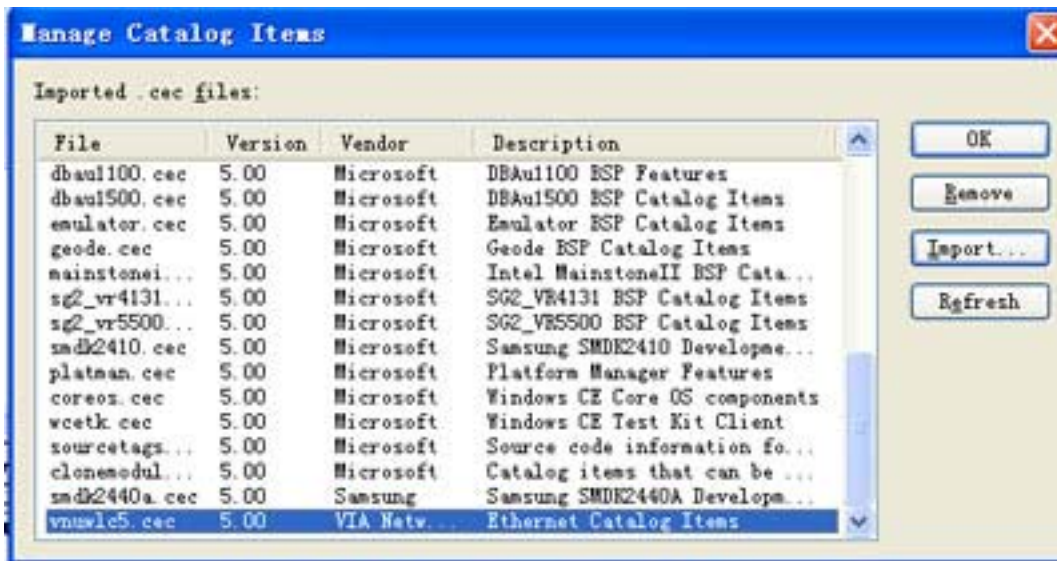

图 5
6. 选择打开后，添加 VNUWLC5.CEC 到 Manage Catalog Features 窗口。见图 5